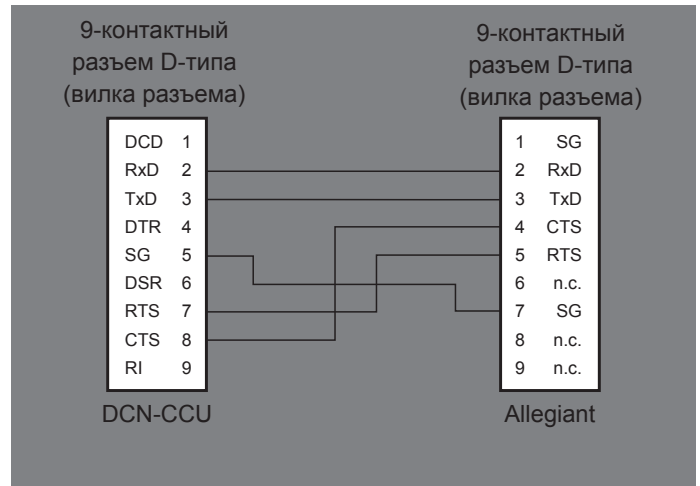

рисунок 8.28: Соединение DCN-CCU с Allegiant
- 2 Подсоедините последовательные порты центрального модуля управления к ПК и видеокоммутатору Allegiant (см. рисунок 8.27 и рисунок 8.28).